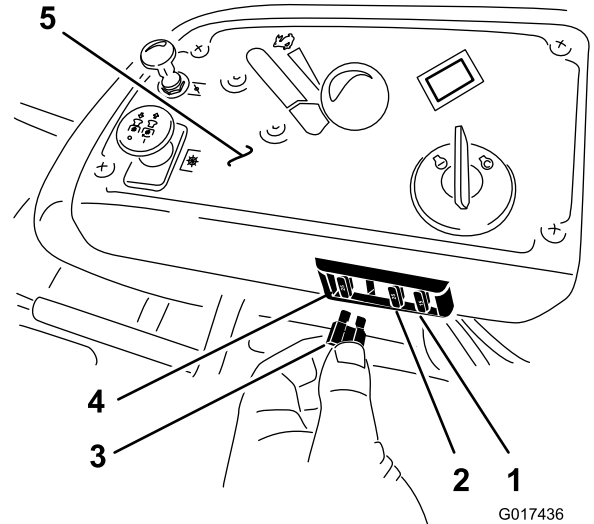

Figura 53
Los fusibles están situados en la consola de la derecha, junto al asiento (Figura 53).
2. Instale un fusible nuevo (Figura 53).